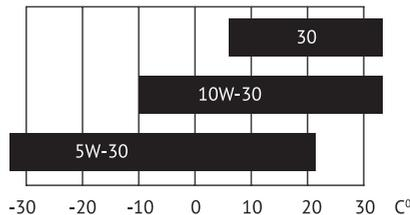

Рис. 6
- Используйте масло согласно таблицы (Рис. 6), в зависимости от средней температуры в вашем регионе.